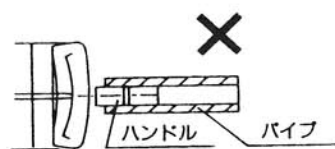

図3
- 本体ニギリ部にパイプ等をつないで使用しないで下さい。過荷重(オーバートルク)になり、正しい締付が出来ません。また折損事故を引き起こす可能性があります。(図3)